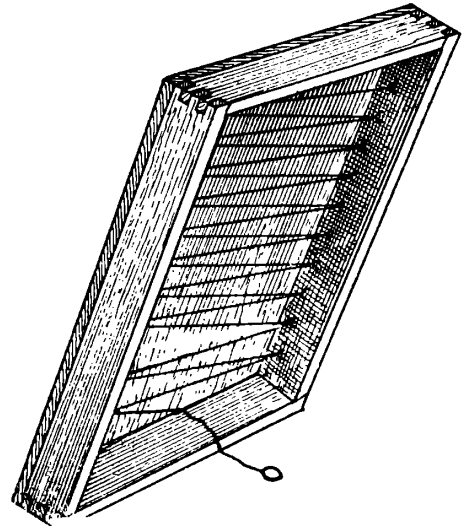

Рис. 63. Монтаж антенны
**Изготовление антенны приемника.** Антенна приемника монтируется на внутренней стороне верхней крышки чемодана (рис. 63).